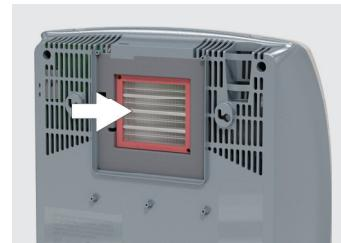

Рисунок 10
6. Установите на место пенопластовый теплоизоляционный элемент. Установите нагревательный элемент до упора в корпус прибора до щелчка защелки. Убедитесь что нагревательный элемент надежно зафиксирован (рис. 10).